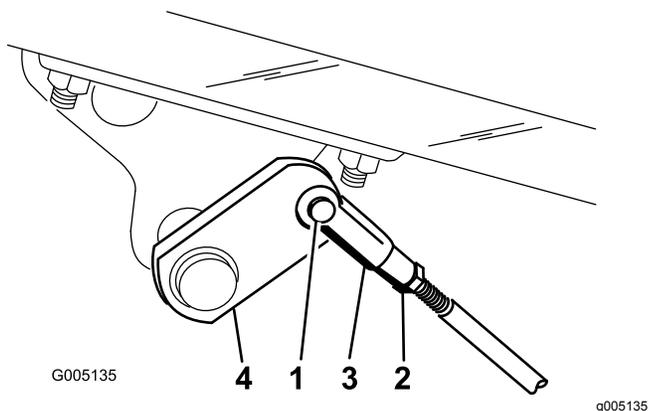

Bild 56
2. Klemmen Sie, wenn die Bremsen nicht gleichmäßig blockieren, die Bremsstangen ab, indem Sie den Splint und den Lastösenbolzen entfernen (Bild 56).
3. Lockern Sie die Klemmmutter und stellen den Lastösenbolzen entsprechend ein (Bild 56).
4. Bringen Sie den Lastösenbolzen am Bremsbügel an (Bild 56).